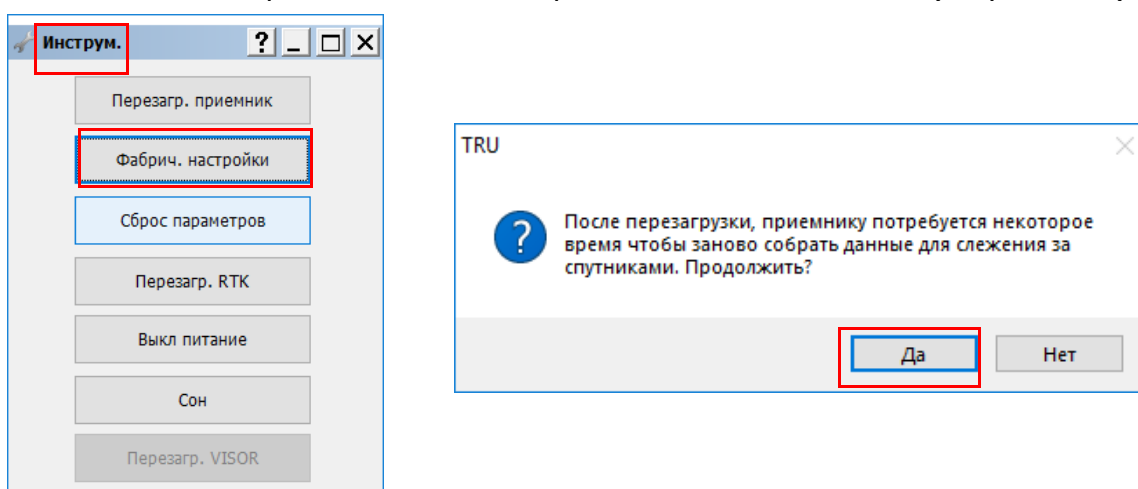

Рисунок 5-11: Окно Инструменты
6. В главном окне кликните по иконке **Инструм.** . Откроется окно Инструм., в котором можно выполнить сброс к заводским настройкам и очистить NVRAM. (Рисунок 5-11).